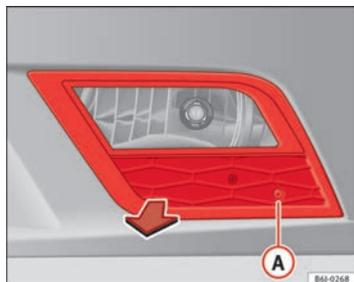

Fig. 153 Faro fendinebbia
- Rimuovere la vite ⇒ fig. 153 (A) della griglia del faro fendinebbia con un cacciavite.